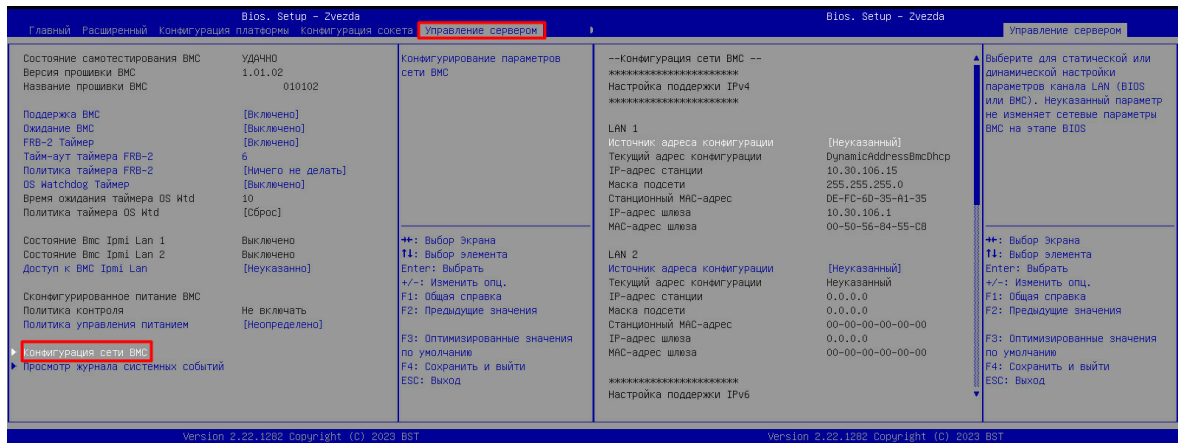

Рисунок 31 – Настройка адреса VMC IP-адрес
1. На сервере настроить свободный IP-адрес из вашей подсети, по которому будет доступен интерфейс ВМС, через протокол HTTPS (см. Рисунок 31).